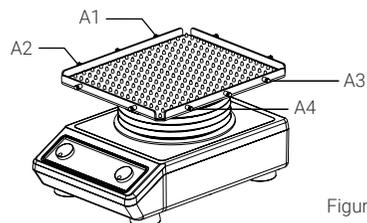

Figure 1
1. Retirez la vis pour bande en caoutchouc aux positions A1 à A4, comme illustré sur la figure 1.